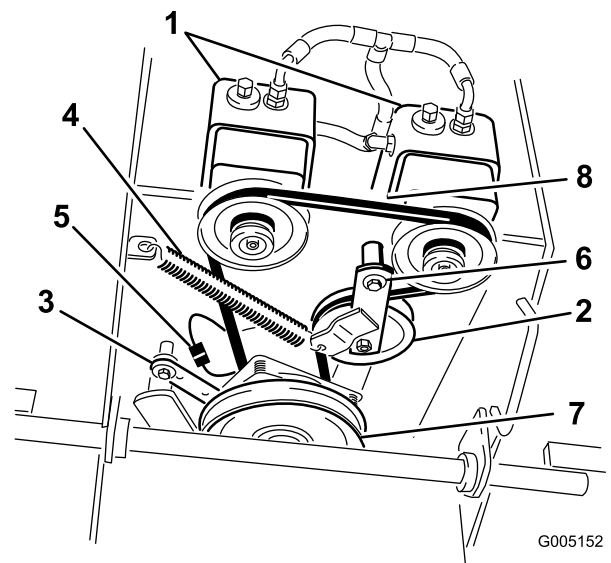

Bild 42
6. Entfernen Sie die Kupplungshalterung vom Motorchassis (Bild 42).
7. Haken Sie die Spannscheibenfeder vom Rahmen aus (Bild 42).
9. Haken Sie die Spannscheibenfeder zwischen dem Spannscheibenarm und der Rahmenhalterung ein (Bild 42).
10. Montieren Sie die Kupplungshalterung am Motorchassis (Bild 42).